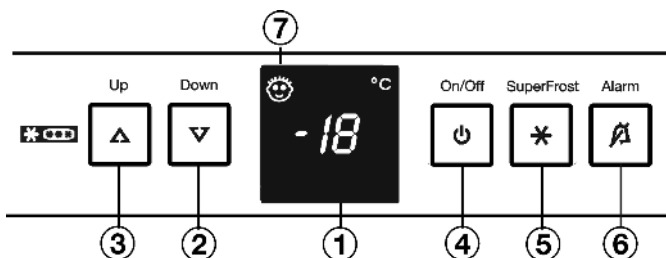

Fig. 2
- Appuyer sur la touche On/Off Fig. 2 (4).
- Activer le mode de réglage : Appuyer env. 5 s. sur la touche SuperFrost Fig. 2 (5).
- A l'aide de la touche de réglage Up Fig. 2 (3) ou Down Fig. 2 (2), sélectionner h.
- Confirmer : enfoncer brièvement la touche SuperFrost Fig. 2 (5).
- Régler l'affichage plus lumineux : appuyer sur la touche de réglage Up Fig. 2 (3).
- Régler l'affichage plus sombre : appuyer sur la touche de réglage Down Fig. 2 (2).
- Confirmer : appuyer sur la touche SuperFrost Fig. 2 (5).
- Désactiver le mode de réglage : appuyer sur la touche On/Off Fig. 2 (4).